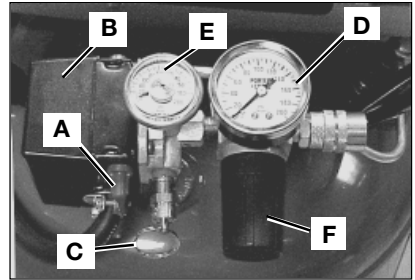

Fig. 1
Interruptor "ON/Auto-OFF" (A) Fig. 1: Colocar este interruptor en la posición de "ON" para activar el interruptor de presión, y en "OFF" para quitarle la energía.
Interruptor de Presión (B) Fig. 1: El interruptor de presión arranca el motor automáticamente cuando la presión cae por debajo del nivel de presión de "arranque" fijado en la fábrica. También apaga el motor cuando la presión del tanque de aire alcanza el nivel de "corte" fijado en la fábrica.
Válvula de Seguridad (C) Fig. 1: Si el interruptor de presión no apaga el compresor de aire en la presión de corte prefijada, la válvula de seguridad protegerá el tanque contra la alta presión activándose a la presión prefijada en fábrica (ligeramente más alta que la presión de corte fijada).
Medidor de Presión de Salida (D) Fig. 1: El medidor de la presión de salida indica la presión en la salida del regulador. Esta presión está controlada por el regulador y es siempre menor o igual que la del tanque de presión.
Medidor de Presión del Tanque (E) Fig. 1: El medidor de presión del tanque indica la presión del aire de reserva dentro del tanque.
Regulador (F) Fig. 1: La presión de aire proveniente del tanque de aire está controlada por la perilla del regulador. Girar la perilla en el sentido del reloj para aumentar la presión y contra el sentido del reloj para reducir la presión. Para evitar reajustes menores después de hacer cambios en la presión fijada, siempre llegar a una presión superior a la deseada desde un nivel inferior de presión. Cuando se reduce la presión, siempre bajarla más abajo del nivel deseado y luego 4. Instalar un perno tope y una tuerca en cada rueda usando los orificios **inferiores**. Ajustar firmemente. El equipo se nivelará si las ruedas se instalan apropiadamente.